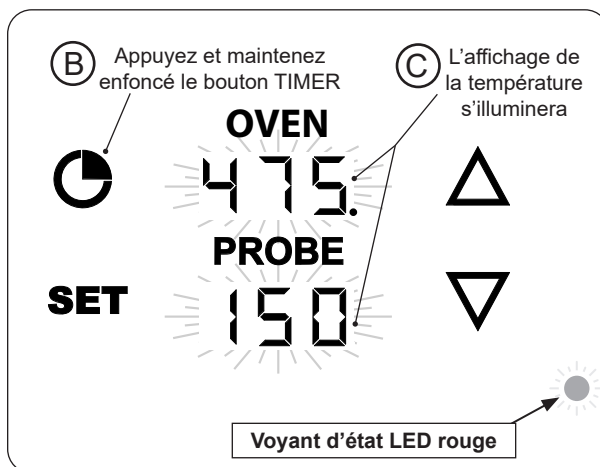

Fig. 34-2 Activez le thermostat
3. Appuyez et maintenez enfoncé le bouton **TIMER** (voir Fig. 34-2, B) jusqu'à ce que le reste des affichages s'allument (voir Fig. 34-2, C). (Le voyant lumineux LED rouge indique que l'appareil est en cours d'allumage.)